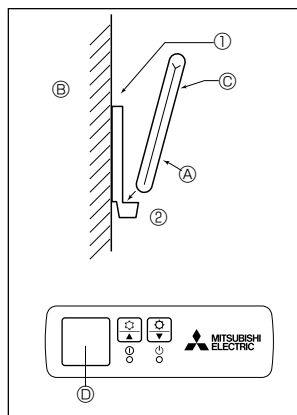
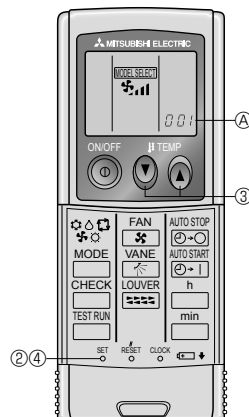

Fig. 6-5
Fig. 6-6
2) Método de instalación (Fig. 6-5)
- ① Fije el soporte del mando a distancia en el lugar deseado atornillándolo con tacos.
- ② Inserte la parte inferior del mando en el soporte.
3) Preparación inicial (Fig. 6-6)
- ① Introduzca las pilas.
- ② Pulse el botón SET con algún objeto puntiagudo.